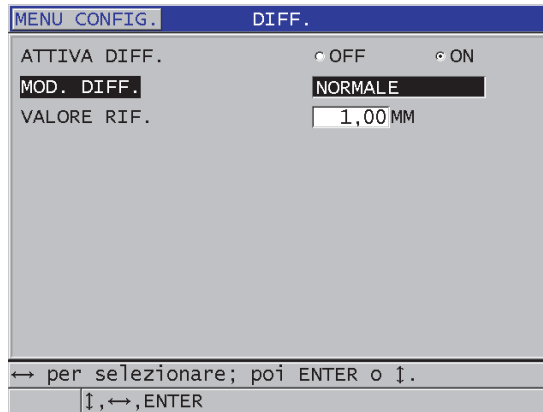

Figura 8-2 Schermata DIFF.
3. Nella schermata **DIFF** (vedi Figura 8-2 a pagina 139):